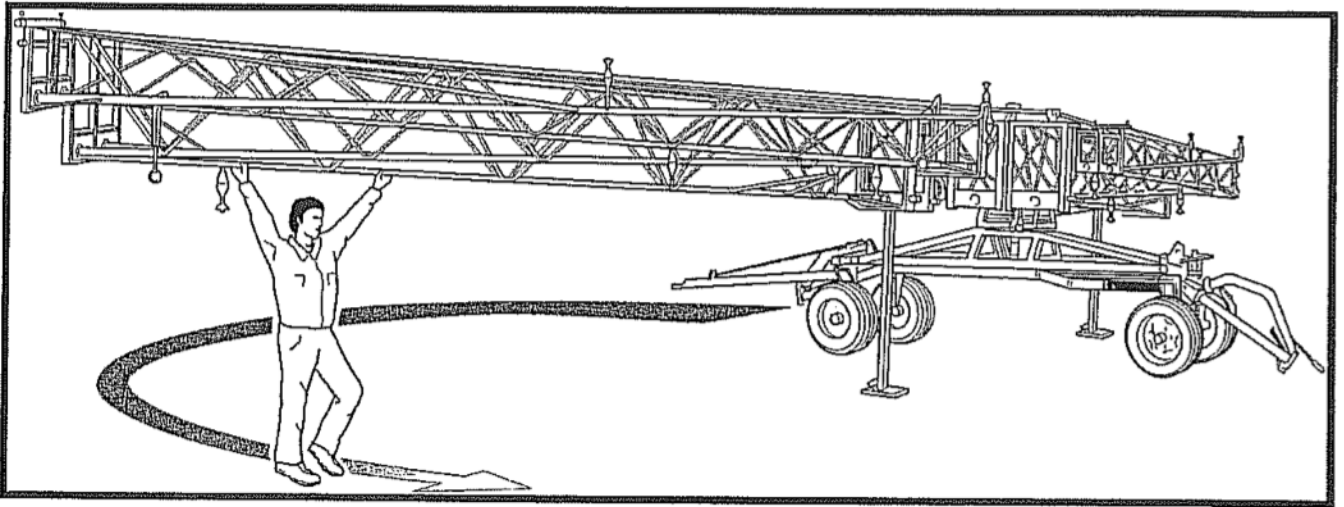

Abb. 11
- 3: Gehen Sie zum Ende des nächsten Auslegerabschnitts, ziehen Sie den Feststellstift herunter, um den Ausleger zu lösen und schwenken Sie diesen um 180° (Abb. 11).